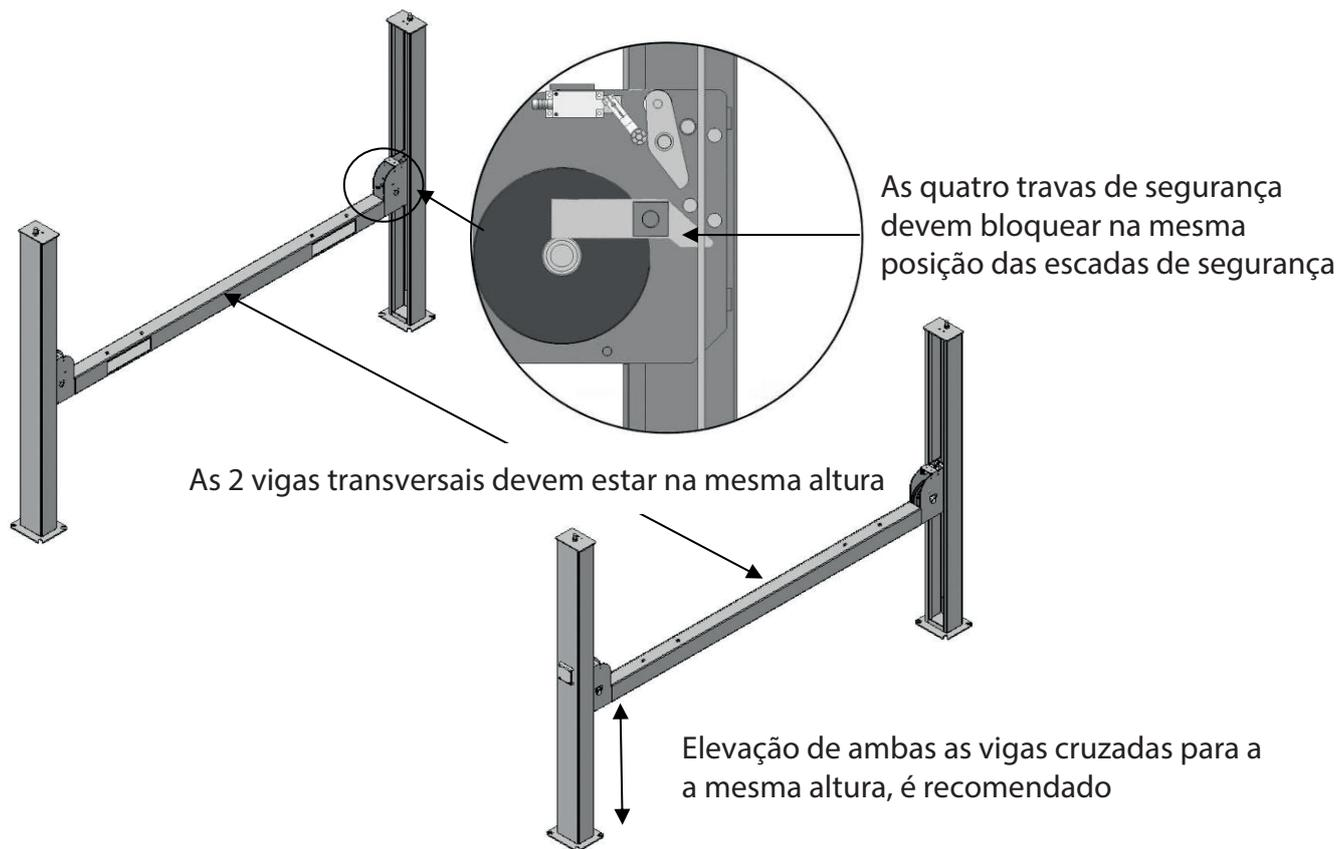

Fig.16
G. Colocar as vigas cruzadas à mesma altura (Ver Fig.16):